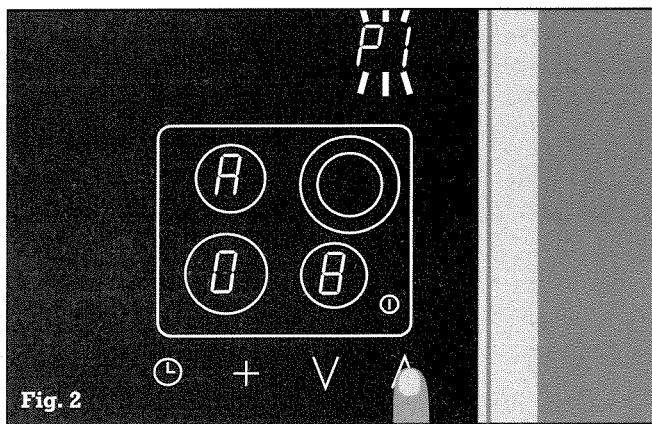

Fig. 2
- A questo punto potrete selezionare un tempo d'avviamento cottura tra 1 e 15 minuti digitando il simbolo \vee oppure \wedge . Sul display delle zone di cottura viene visualizzato il tempo impostato (da $R01$ ad $R15$) e $P1$ lampeggia (esortando a memorizzare il valore) (fig. 2).